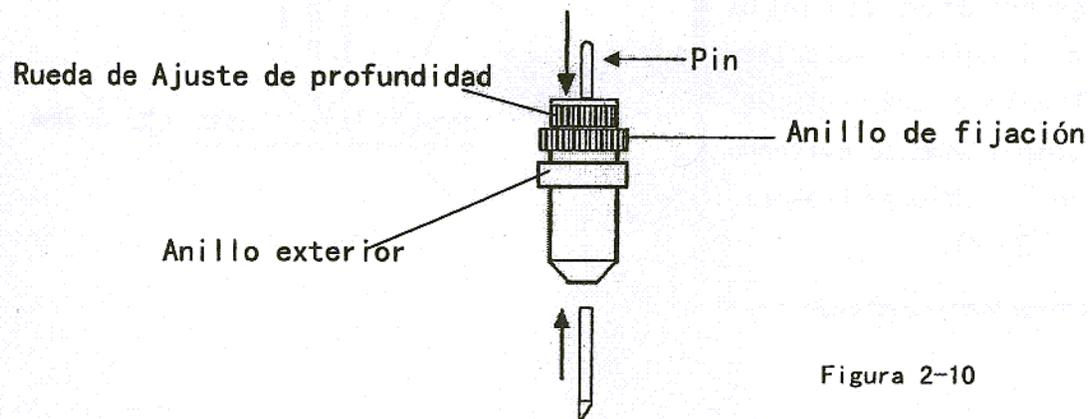

Figura 2-10
La Figura 2-10 es una ilustración del portacuchillas. Inserte una cuchilla por el extremo inferior y extraícala pulsando el Pin. Asegúrese de mantener los dedos fuera del alcance del filo de la cuchilla.
**Paso 6** Afloje la parte inferior del portacuchillas y retire la cuchilla cuando ésta necesite ser reemplazada. Vea la Figura 2-10 como referencia.